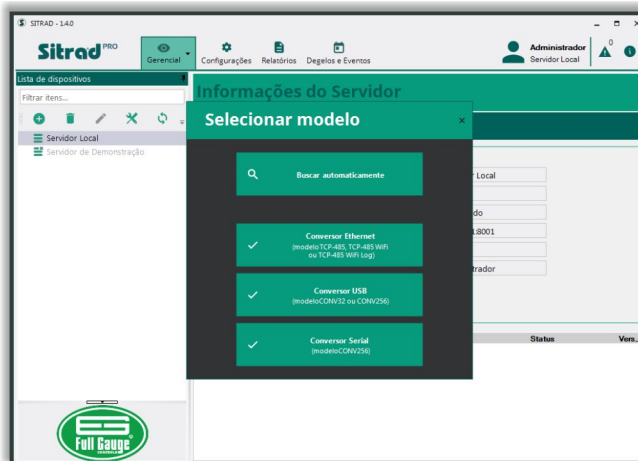

Figura 26
**Passo 2:** Na janela **Selecionar modelo** (Figura 26), selecione **Buscar automaticamente** e o software irá procurar na rede pelos conversores. Caso o conversor não esteja disponível no momento pode-se adicioná-lo manualmente clicando em **Conversor Ethernet**.